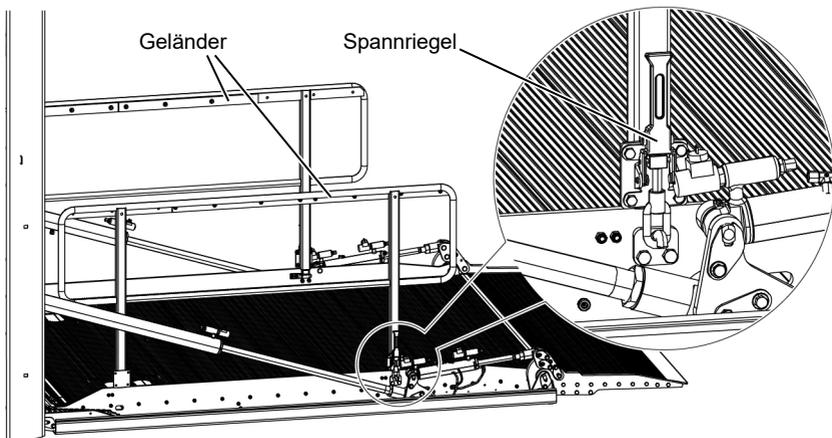
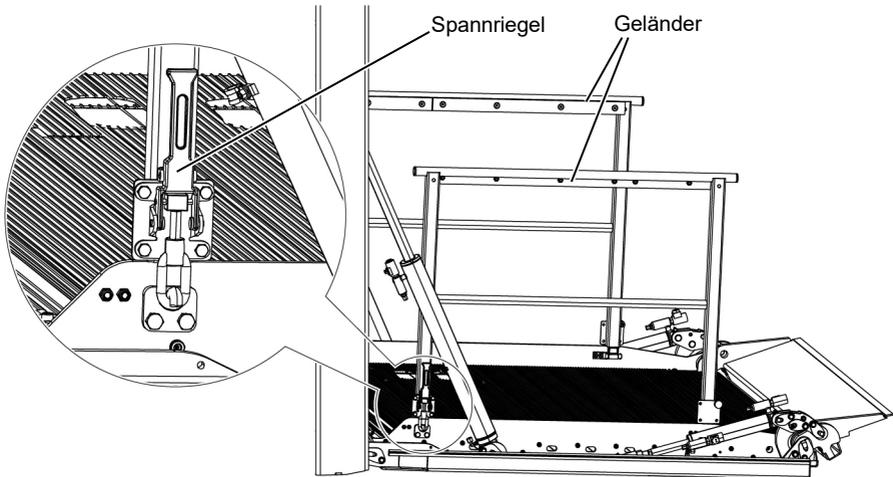

Abbildung 8: Geländer mit Spannriegel (V 4000 S)
Abbildung 9: Geländer mit Spannriegel (V 4000 SX)
- ▶ Sichern Sie das Geländer mit dem Spannriegel (siehe Abbildung 8 und Abbildung 9, Seite 30).